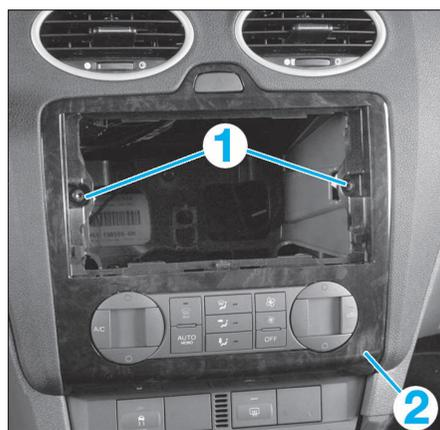

FIG. 6
- les deux vis de la garniture (1) de console centrale (Fig.6).
- Décliper la garniture de la console centrale (2).